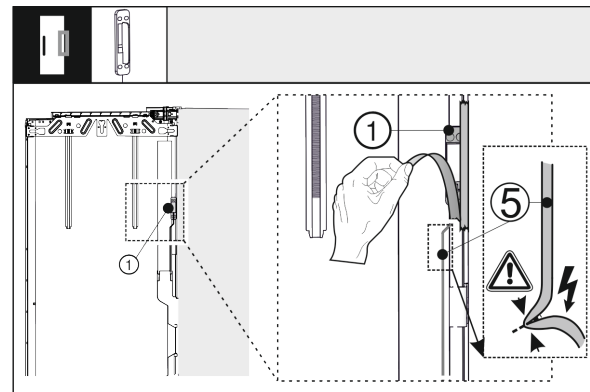

Fig. 41
- Lironi sensorin e trokitjes Fig. 41 (1) nga dera e jashtme. Mos dëmtoni kabllon e lidhjes Fig. 41 (5).